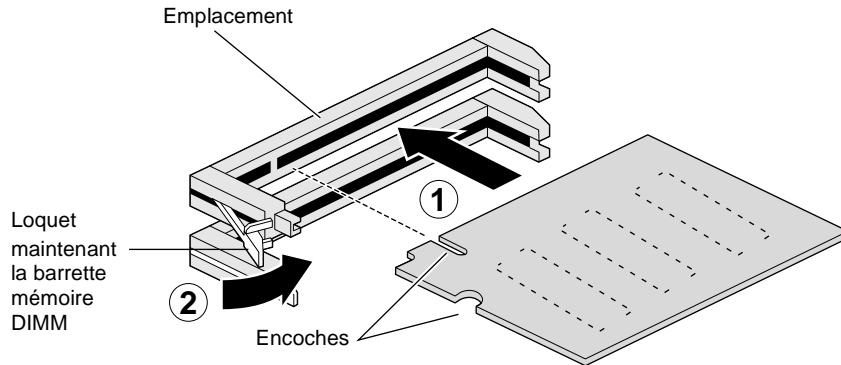

Figure 3-5 Insertion de la barrette DIMM dans son emplacement
9. Insérez avec précaution la barrette mémoire DIMM dans son emplacement avant de l'enfoncer. La barrette présente une encoche qui permet de l'insérer correctement, comme indiqué à la Figure 3-5. Lorsqu'elle est insérée correctement, la barrette DIMM tient parfaitement dans son emplacement.